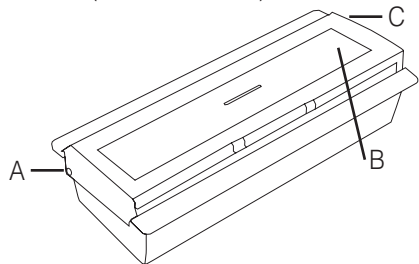

Abbildung 1: Türklingeltaster
- Stellen Sie den Türklingeltaster so auf eine Arbeitsfläche, dass sich die beiden Drehachsen der durchsichtigen Plastikfront (Abb. 1 A und C) hinten befinden.
- Drücken Sie nun auf der linken Seite vorsichtig mit einem spitzen Gegenstand (z.B. Kugelschreiber) auf den kleinen Stift (Abb. 1 A).
- c) Jetzt sollte sich die durchsichtige Plastikfront links (Abb.1 A) hochschieben und dann abnehmen lassen.
- d) Nun können Sie die kleine Schraube (Abb.1 B) mit einem kleinen Kreuzschlitz-Schraubendreher öffnen und die Vorderseite des Türklingeltasters, hinter der sich die Platine mit der Batterie befindet, abnehmen.
- b) Achten Sie vor dem Zusammensetzen darauf, dass die kleine Schraube (Abb.1 B) an der richtigen Stelle greifen kann. Gegebenenfalls drehen Sie ein Gehäuseteil um 180°.
- d) Schrauben Sie die kleine Schraube (Abb.1 B) mit einem kleinen Kreuzschlitz-Schraubendreher vorsichtig ein.
- e) Halten Sie den Türklingeltaster nun so, dass sich die kleine Schraube (Abb.1 B) rechts befindet.
- f) Auf der rechten Seite des Tasters befindet sich eine kleine Öffnung (Abb.1 C), in die der Scharnier-Stift der durchsichtigen Plastikfront eingehängt werden kann.
- g) Nun können Sie die durchsichtige Plastikfront so auflegen, bis sie fast komplett ihre Endlage erreicht hat. Sie müssen nur noch den kleinen Stift (Abb.1 A) vorsichtig hereindrücken und die durchsichtige Plastikfront einrasten lassen.